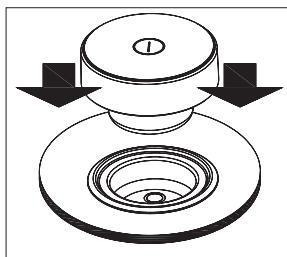

Рис. 3
- 1 Встановіть регулятор (2) в його робоче положення (див. рисунок 3).
- 2 Торкніться сенсорної кнопки «Увімкн.» ① (1) і утримуйте її протягом не менше секунди. Сенсорне управління стане активним і видимим, а зовнішнє кільце буде підсвічуватися. Якщо певна варильної поверхні є гарячою, на індикаторі рівня потужності відображається символ «Н».